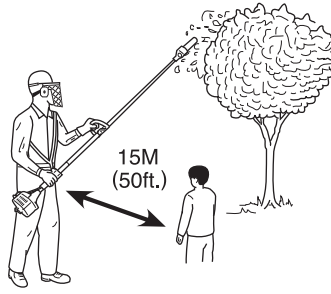

Fig. 1-2
- Spectator and fellow workers must be warned, and children and animals prevented from coming nearer than 15M (50ft.) while the pole trimmer is in use. (Fig.1-2)
- Always wear head protection with full face shield to help protect against falling branches and debris. (Fig.1-2)
- Man soll die Zuschauer und die Mitarbeiter verwarren. Die Kinder und die Tiere sollen vom Kommen näher als 15 Meter (50 Fuss) abgehalten werden, wenn die Stangen ausästerwerkzeug verwendet wird. (Fig.1-2)
- Tragen Sie immer einen geeigneten Schutzhelm mit Gesichtsschutz, um sich gegen fallende Zweige und Trümmer zu schützen. (Fig. 1-2)